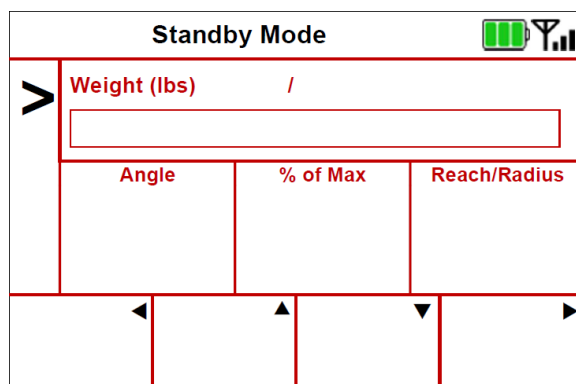

Figure 2-59.
2.11.19.2 Standby Mode (Figure 2-59).